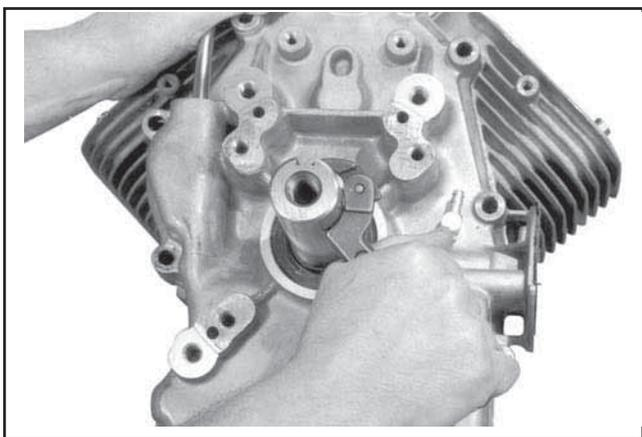

Figure 11-20. Utilisation d'une clé pour pivoter l'arbre moteur.
- Installer la plaque de fermeture sur le carter du moteur. Mettre en place prudemment l'arbre à cames et l'arbre moteur dans les coussinets d'accouplement. Faire pivoter l'arbre moteur pour engager la pompe à huile et le réducteur du régulateur. Voir la Figure 11-20.